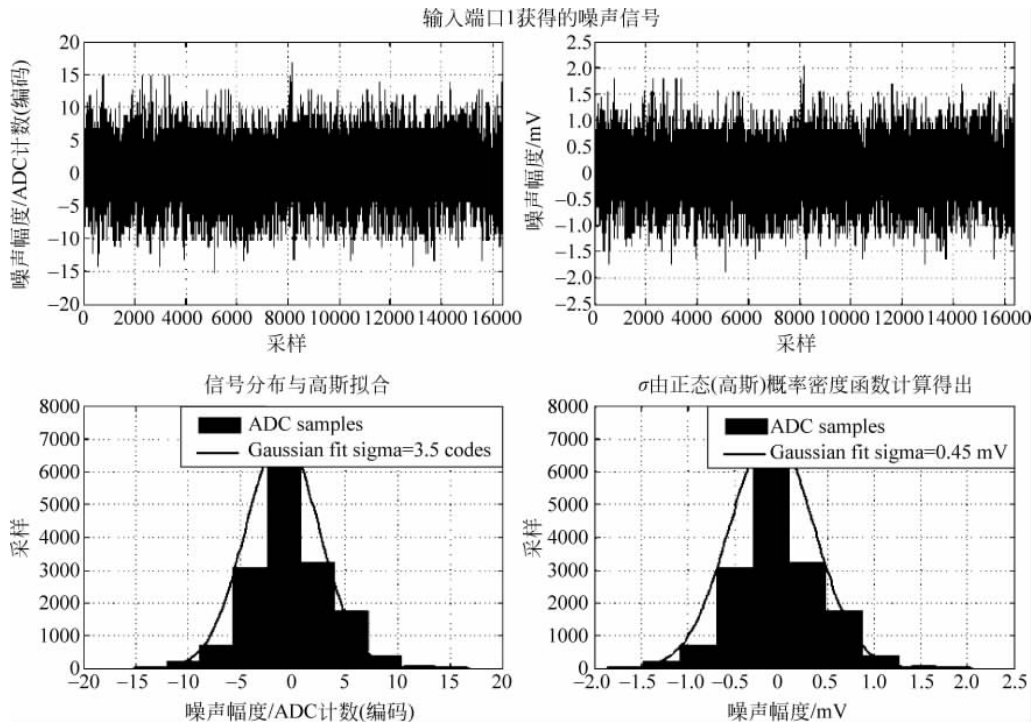
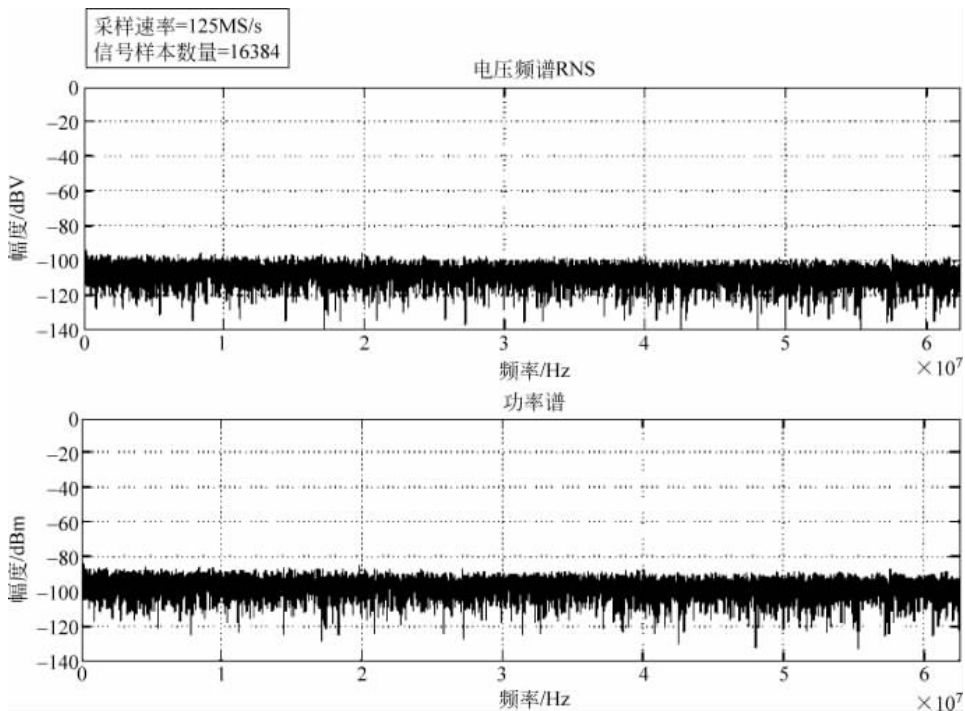

图 3-8 噪声分布
图 3-9 噪声等级
(13) 输入噪声: 测量条件设置为启用高增益(LV±1V)跳线、有限的环境噪声、输入/输出关闭、输出信号禁用、PCB 接地连通 SMA 接地。以满速率 125M 采样/s 连续采样 16KB 样本(典型值: 全带宽下的 $\text{std}(V_n) < 0.5\text{mV}$),结果见图 3-8 所示。图 3-9 中的噪声频谱使用 $F_s = 125\text{M}$ 采样/s 的速率采样了 $N = 16\,384$ 个采样值并进行 FFT 分析计算。
(14) 输入通道隔离: 通过以下几个参数测试 Red Pitaya 典型的性能特性,分别为 65dB、10kHz, 50dB、100kHz, 55dB、1MHz, 55dB、10MHz, 52dB、20MHz, 48dB、30MHz, 44dB、40MHz, 40dB、50MHz。通过两个通道上的高增益跳线设置测量的串扰,并关闭不涉及测量的 SMA 端口。
(15) 谐波: ①在 -3dBFS: 典型性能 $< -45\text{dBc}$; ②在 -20dBFS: 典型性能 $< -60\text{dBc}$ 。